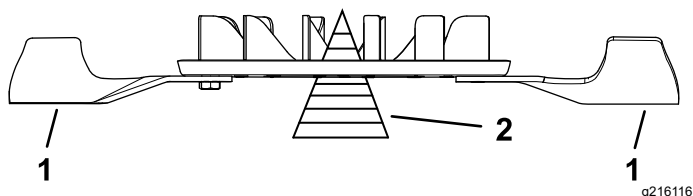

Figura 109
2. Verifică echilibrarea ansamblului lamei așezându-l pe dispozitivul de echilibrare lamă (Figura 109).